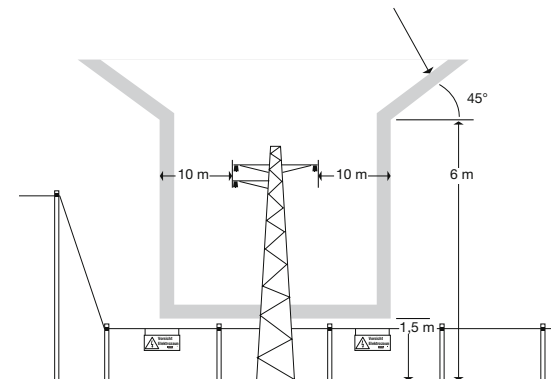

Bild 4. Sicherheitsraum für Hochspannungsfreileitungen (uber 1000 V)
- 2) Freileitungen uber 1000 V durfen mit der Zauuleitung und den Zauindrahten nicht uberquert werden. Werden Elektrozaunanlagen zu Freileitungen uber 1000 V parallel gefuhrt oder unterquert sie diese, so darf innerhalb eines Schutzstreifens von 10 m beiderseits der aueren Leiter die Bauhohe der Elektrozaunanlagen 1,5 m nicht uberschreiten (s. Bild 4)